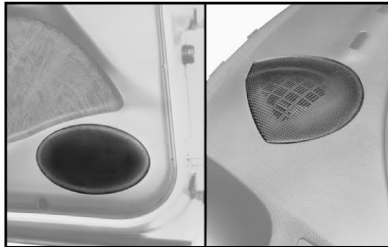

fig. 7
- alto-falantes e tweeters, já instalados nas sedes das portas dianteiras e do painel de instrumentos, **fig. 7**;